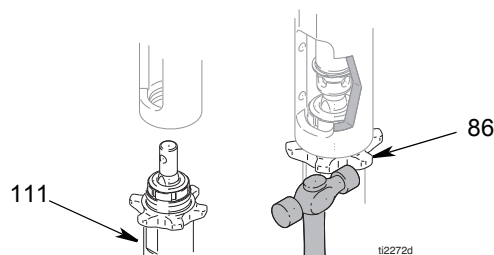

FIG. 10
1. (Fig 10) Înșurubați contrapiulița (86) pe partea inferioară a filetului pompei (111). Înșurubați complet pompa (111) în rezervor. Deșurubați pompa (111) din rezervor până când ieșirea pompei este aliniată cu furtunul. Strângeți manual contrapiulița (86), apoi strângeți-o între 1/8 și 1/4 de tură prin lovirea cu un ciocan sau strângeți-o la un cuplu de 75 ft-lb (101 N·m).